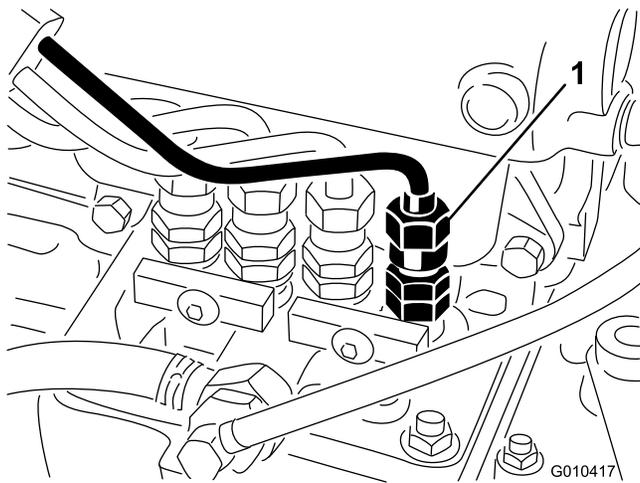

図 62
1. 燃料噴射ポンプの No. 1インジェクタノズル（図 62）へのパイプ接続部をゆるめる。